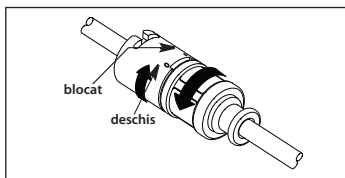

Figura 3
- b. Dacă se utilizează un ecran anticontaminare pentru cateter cu adaptor TwistLock (când este furnizat), asigurați-vă că adaptorul dublu TwistLock al ecranului anticontaminare al cateterului este complet deschis (consultați Figura 3).